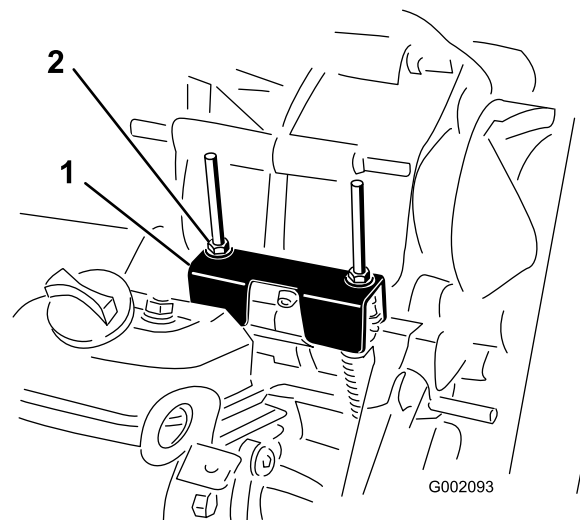

图 58
当执行日常维护和/或发动机诊断时驱动桥必须换入空档图 58。机器的变速杆上有一个空档位置用于控制驱动桥中的空档。请执行以下步骤以确保空档变速杆正确操作驱动桥空档
2. 旋转驱动离合器确保空档支架位于空档位置与变速杆支架下的电缆安装支架持平图 58。
3. 旋转其中一个锁紧螺母图 58 使螺母/垫圈与空档支架之间留有 0.7621.524mm 的空隙。